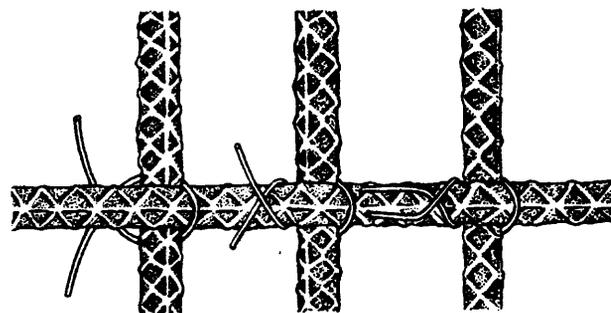

Fig. 2
- *Amarre en forma de ocho* (fig. 2).